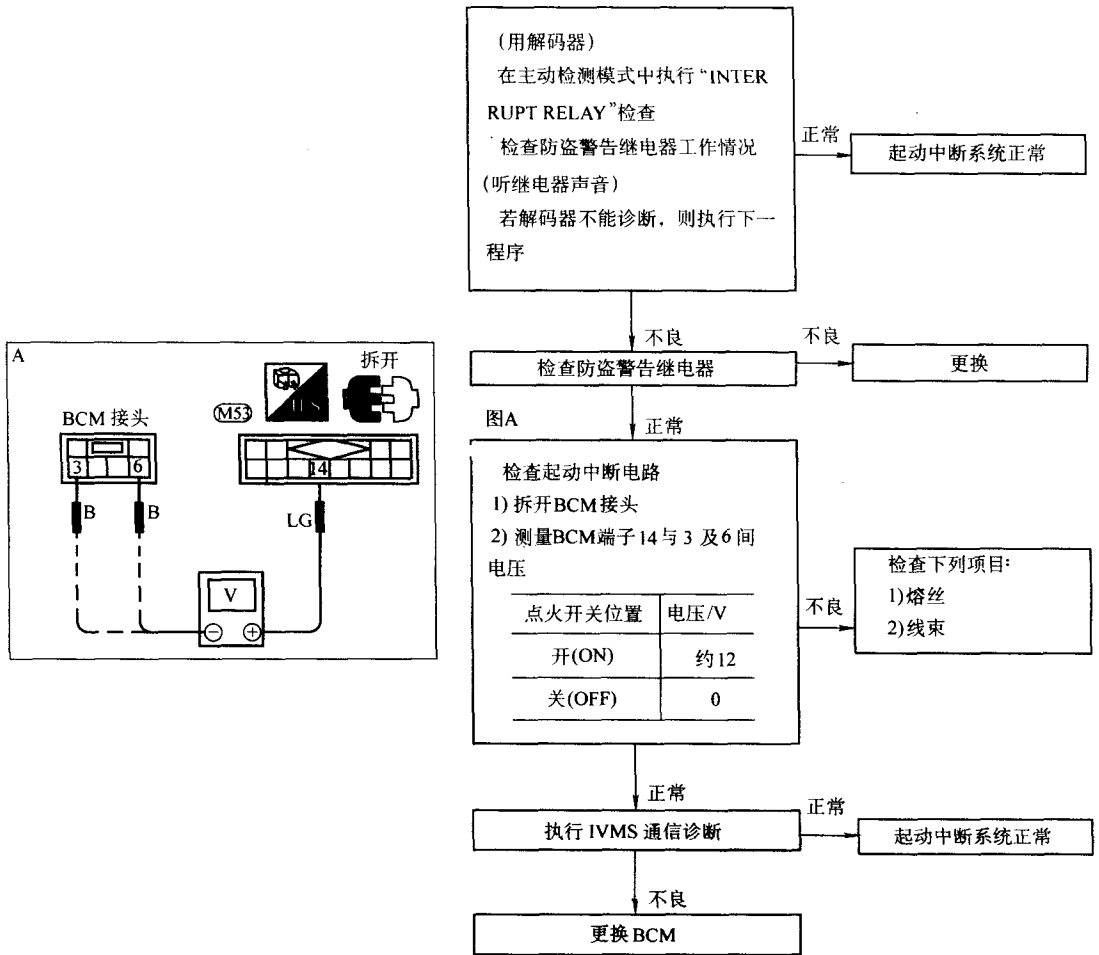

图 3-20 诊断程序 7
(7) 诊断程序 7 (起动中断系统检查), 如图 3-20 所示。